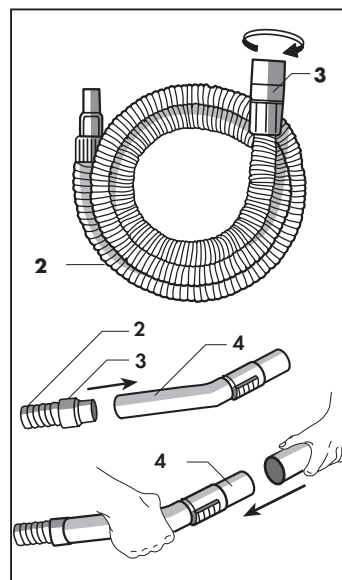

Fig. 8
Per l'accoppiamento dei vari componenti è sufficiente inserire il raccordo (3) del flessibile (2) nell' impugnatura (4) e inserire la parte femmina dell'accessorio che si intende utilizzare nella parte terminale maschio dell'impugnatura (4). (Fig. 8).